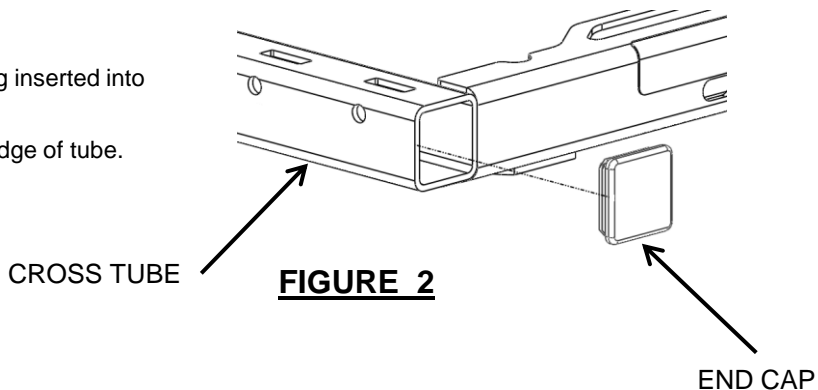

FIGURE 2
1. Orient end cap as shown (fig 2), with ribs being inserted into cross tube.
1. Oriente la tapa extremo como se muestra (fig. 2), con los rebordes insertados dentro del travesaño.